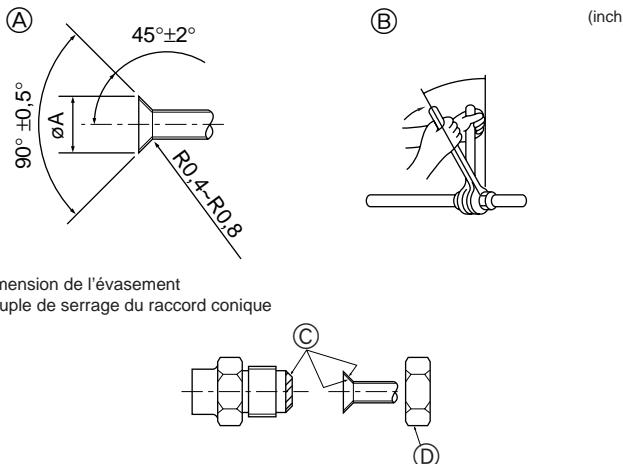

Fig. 4-2
Ⓑ (Fig. 4-2)
4.2. Connexion des tuyaux (Fig. 4-2)